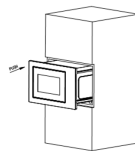

Fig.1
1. Włóż kuchenkę mikrofalową do szafki do zabudowy i wsuń ją do końca. (Rys. 1)